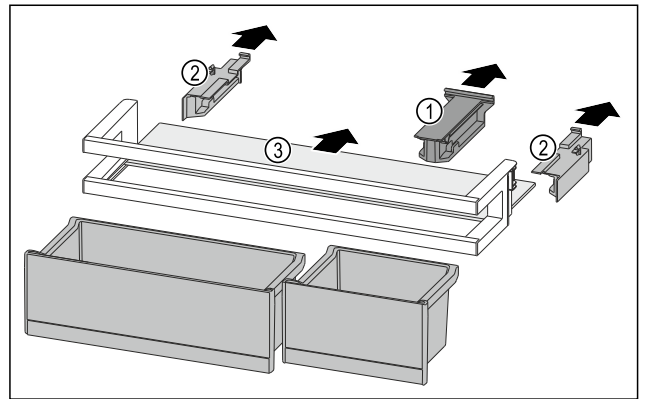

Fig. 168
- ▶ 拉出定位件 Fig. 168 (1)。
- ▶ 拉出侧面部分 Fig. 168 (2)。
- ▶ 取出搁板 Fig. 168 (3)。